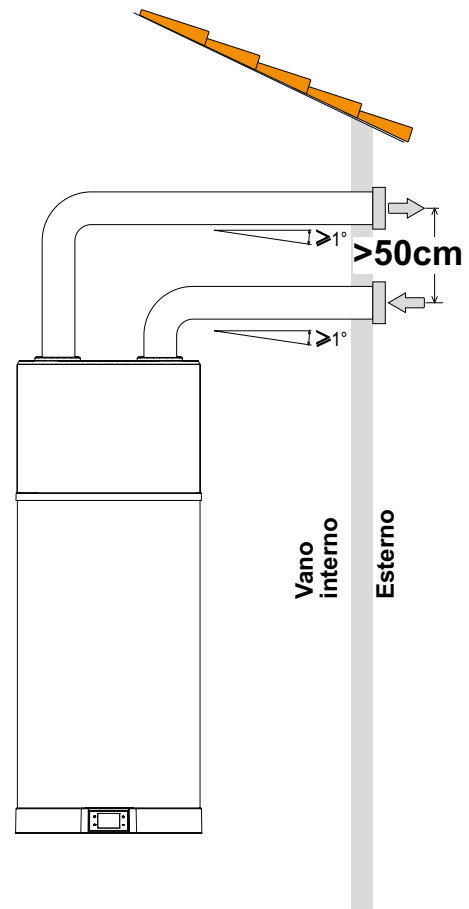

fig. 47 - Ejemplo de conexión de salida de aire
- Realizar un canal de aire dedicado como se indica en la fig. 47.